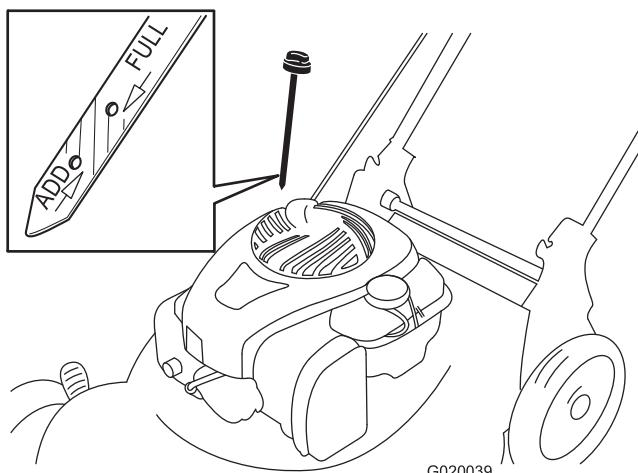

Figura 5
2. Retire la varilla (Figura 5) y vierta aproximadamente tres cuartas partes de la capacidad total del cárter por el tubo de llenado de aceite.
- Retire la varilla y compruebe el nivel de aceite en la misma (Figura 5).